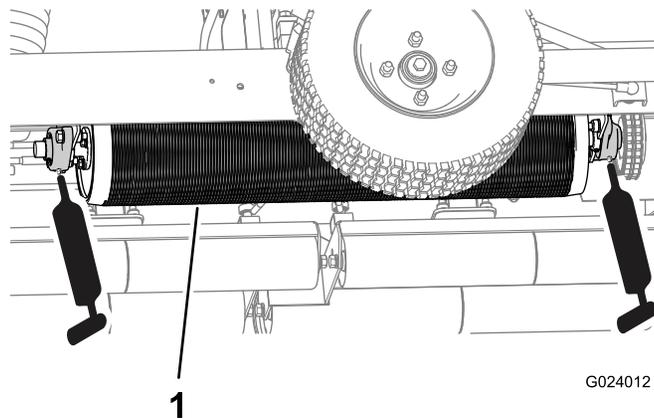
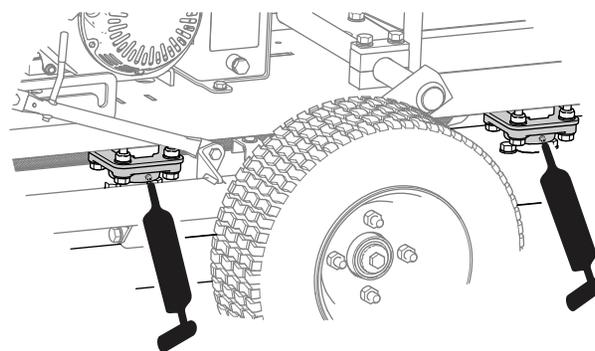

Figura 23
Figura 24
2. Bombée grasa en las zonas indicadas en Figura 23 y Figura 24.